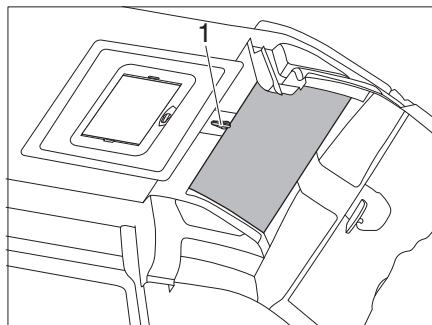

Bild 75 SkyRoof®
- Abrir el pestillo y la manivela (Bild 75,1) media vuelta.